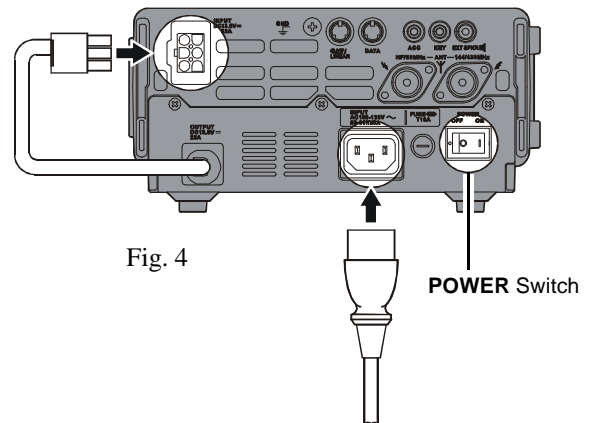

Fig. 4
4. Collegate la spina Molex a 6 poli del **FP-30** alla presa **INPUT** posta sul pannello posteriore del **FT-897** (fig. 4).